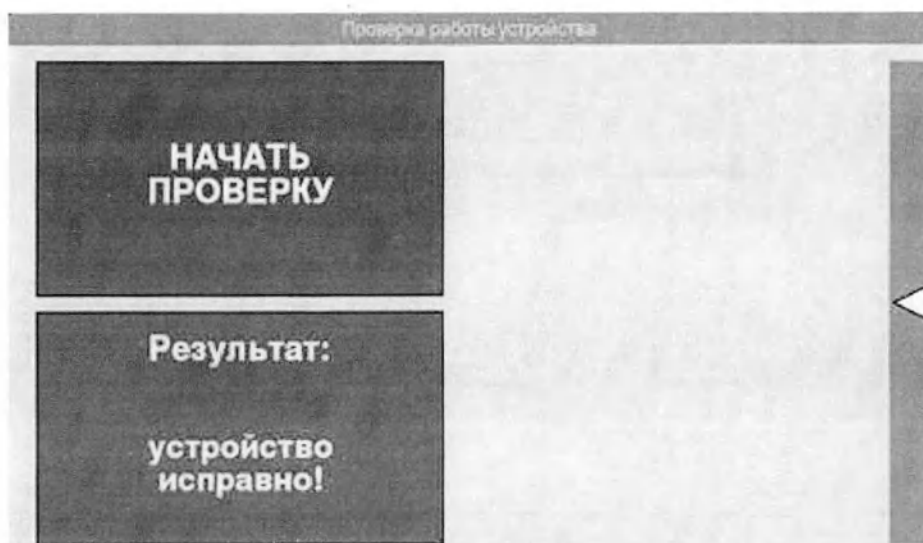

Рисунок 15. Результата проверки работы устройства – **Результат: устройство исправно!**
- **Результат: устройство исправно!** (рисунок 15) – устройство работает исправно, разрешается выполнять считывание тест-кассет. Извлеките контрольную кассеты и вставьте до упора в ячейку для ее хранения (слева сбоку в корпусе).